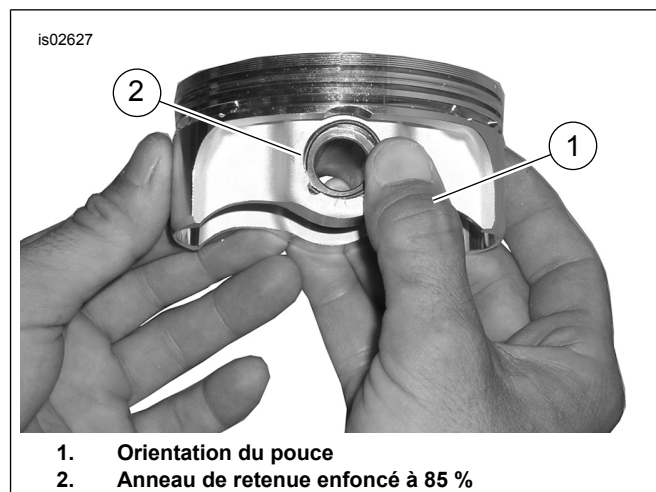

Figure 4. Pose de l'anneau de retenue
- Voir Figure 4 . Placer le pouce (1) tel qu'illustré et appuyer fermement jusqu'à ce qu'environ 85 % de l'anneau de retenue (2) soit emboîté dans la rainure.